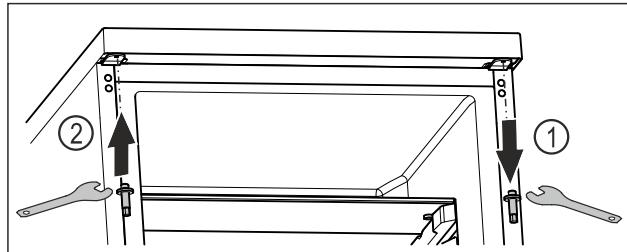

Fig. 18
- Oberen Bolzen mit Außensechskantschlüssel heraus-drehen. Fig. 18 (1)
- Bolzen auf der Gegenseite mit Außensechskantschlüssel festschrauben. Fig. 18 (2)